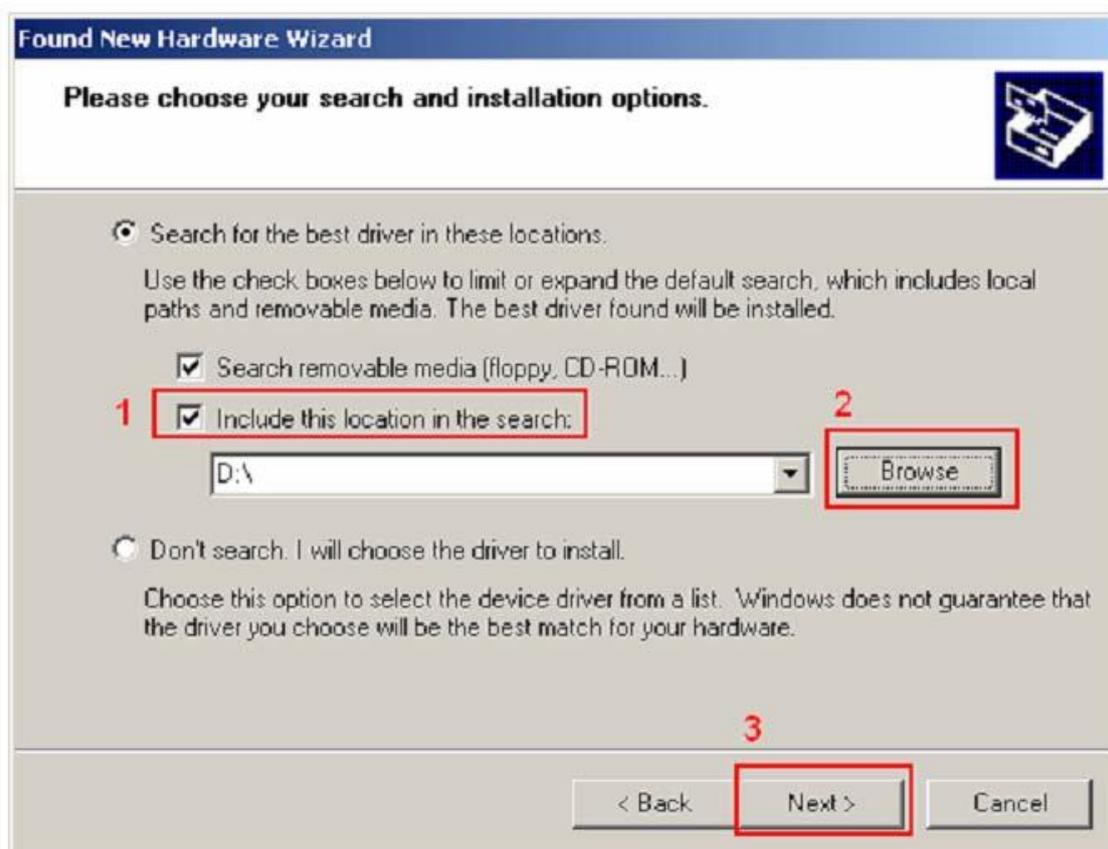

Рис. 6.2.3.3 Установка драйвера.
3. В следующем окне выберите «Включить данную локацию в поиск», нажмите «Просмотреть» и выберите папку, в которой находится программное обеспечение (т.е. F:\FM3 конфигурактор 00.01.15), затем нажмите «Далее» (рис. 6.2.3.3).